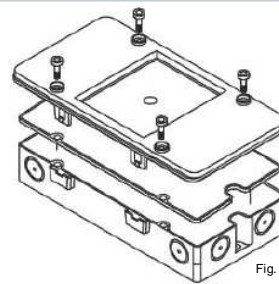

Fig. 4.3.3
5. Fixe a tampa com mais quatro parafusos (Fig. 4.3.3). (Somente assim se garante a proteção de IP).